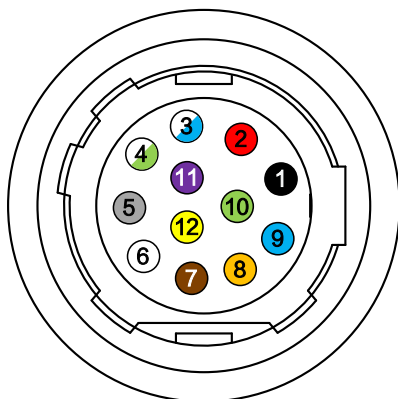

图2-4 12-pin P10 接口
12-pin P10 接口适用于带 TEC 的短波红外相机，接口如图 2-4 所示，具体管脚定义如表 2-3 所示。
- 图 2-4 与表 2-3 中所示的线芯仅为我司销售的线缆线序以及对应的线芯颜色，若线缆不是从我司购买，请以实际线序以及对应线芯颜色为准。